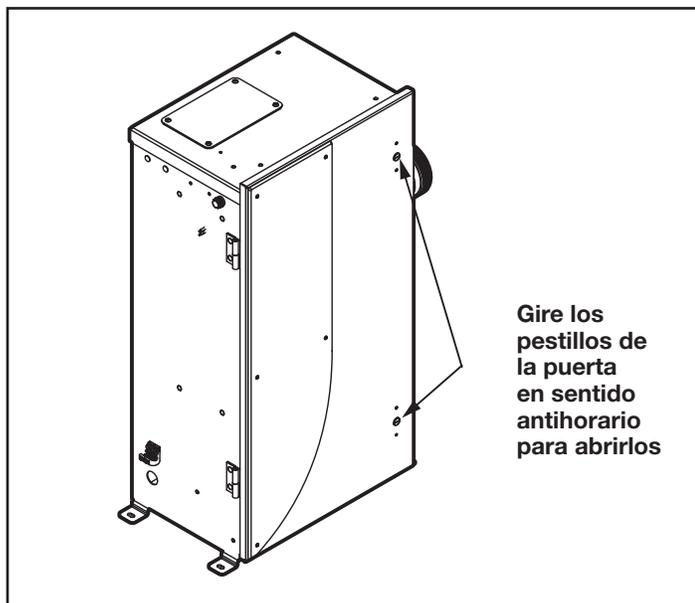

Figura 5. Pestillos de la puerta del sistema JAOPX500
Conecte el sistema AOP Jandy al reloj de sincronización de la piscina para que funcione en simultáneo con la bomba de la piscina. El sistema AOP Jandy tiene un orificio de acceso para un conducto de 1/2 in (12,7 mm). Instale el conducto (no incluido) y pase el cable al bloque de terminales dentro de la unidad. Quite la tapa (consulte *Servicio del módulo de ozono*) y busque el bloque de terminales (consulte la Figura 5) a la izquierda de la estructura. Conecte la línea 1, la línea 2 y la conexión a tierra al bloque de terminales como se indica en la etiqueta del soporte del generador.
3. Use un destornillador plano para girar los pestillos de la puerta en sentido antihorario y abrir la puerta. Consulte la Figura 5.
2. Use un destornillador plano para girar los pestillos de la puerta en sentido antihorario y abrir la puerta. Consulte la Figura 5.
4. Afloje o extraiga las abrazaderas de las tuberías en ambos extremos de la tubería de gas ozono. Si es necesario, utilice alicates para girar y desbloquear las abrazaderas. Consulte la Figura 5.